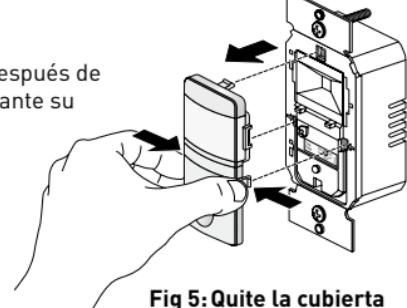

Fig 5: Quite la cubierta
2. Agarre con firmeza los lados de la cubierta delantera abajo del lente donde dice "Open" (Ver Fig. 5). Apriete un lado primero hasta que salga, después haga lo mismo con el otro lado. Retire la cubierta del unidad.
2. Agarre con firmeza los lados de la cubierta delantera abajo del lente donde dice "Open" (Ver Fig. 5). Apriete un lado primero hasta que salga, luego haga lo mismo con el otro lado. Retire la cubierta de la unidad.